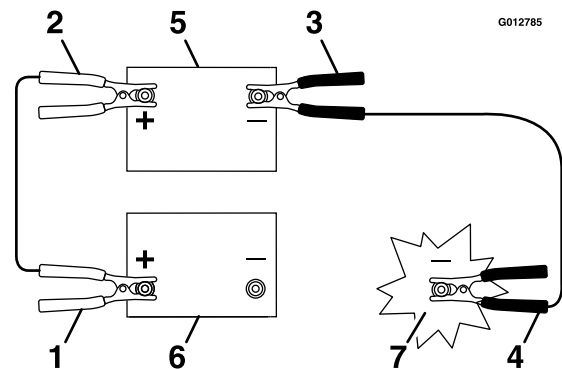

Figure 82
4. Connectez le câble positif (+) à la borne positive (+) de la batterie à plat qui est reliée au démarreur ou au solénoïde, comme illustré à la Figure 82.